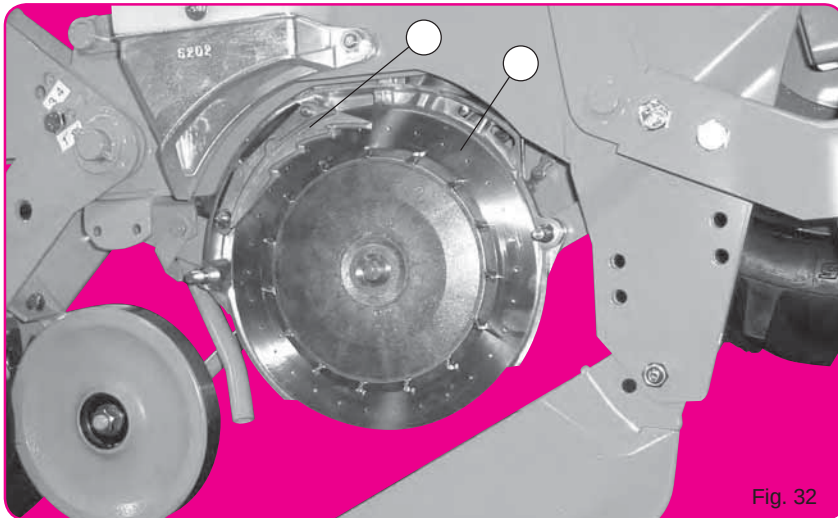

Fig. 32
Les plaques de sélection (D) se placent sur les disques (côtés couvercle et non entre disques et couronnes plastique) (fig. 32). A l'intérieur du couvercle (B) se trouve un volet en tôle. Ce volet (2) régularise l'arrivée des graines depuis la trémie et assure un niveau constant et convenable face au disque.